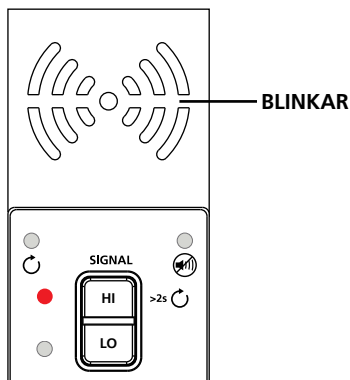

Bild 3.1c: Sändarens indikator visar signal i HÖGT läge
3. Välj signalläget HÖG genom att trycka på HI för de flesta applikationer. Sändaren kommer att visas som på bild 3.1c. LED-displayen kommer att börja blinka snabbt.